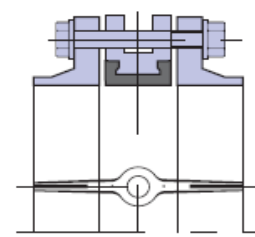

Рис. 5
- 6) Отцентрируйте поворотный затвор и слегка закрутите болты (шпильки), но не затягивайте их. Откройте диск поворотного затвора до положения «полностью открыто» (рис. 5).